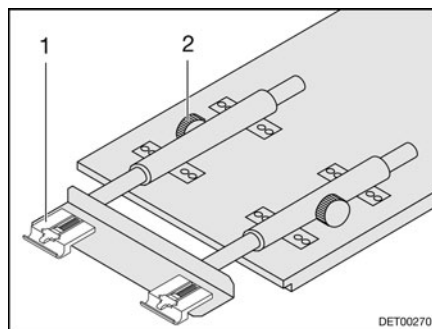

Fig. 61 Ampliación de la mesa colgante
- Soltar los tornillos moleteados (Fig. 61,2).
- Elevar el tablero de mesa ligeramente por delante y extraerlo hasta el tope. La prolongación de mesa (Fig. 61,1) está completamente extraída.
- Elevar el tablero de mesa ligeramente por delante y empujarlo hacia atrás hasta el tope. La prolongación de mesa (Fig. 61,1) está completamente introducida.